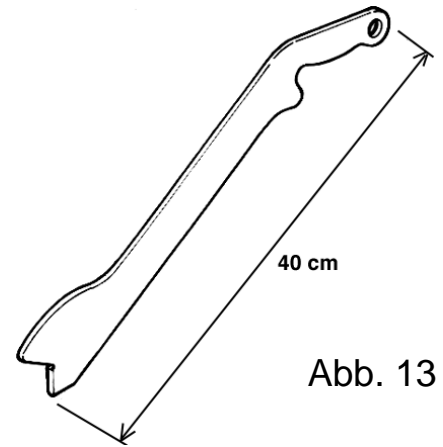

Abb. 13
- **Der Längsschieber** (Abb. 13) dient zur Führung des Vorschubs von schmalen, in Längsrichtung gesägten Brettern.